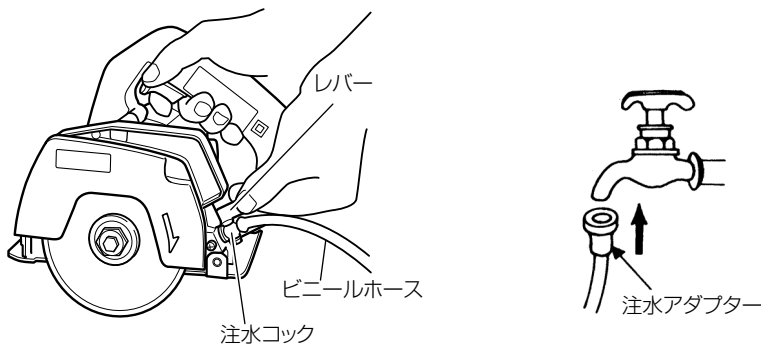

図 6
- (1) 付属のビニールホースを注水コックにさし込みます。
- (2) 注水アダプターを水道のじゃ口に取り付け、ビニールホースをさし込みます。
- (3) 水道のじゃ口栓は、注水アダプターがはずれない程度に開き、水量調節は注水コックのレバーで行います。（図 6）